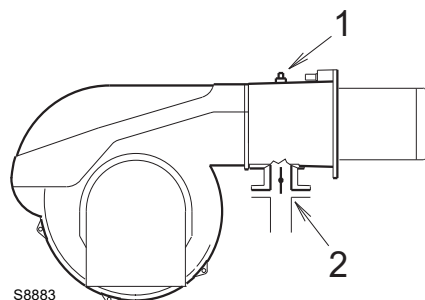

Рис. 18
Давление газа, измеренное на штуцере 1)(Рис. 18), с:
Для того, чтобы узнать давление газа, необходимое на штуцере 1)(Рис. 18), определив МАКС. мощность, при которой должна работать горелка:
- Посмотрите давление на штуцере 1)(Рис. 18).
необходимое давление на штуцере 1)(Рис. 18).